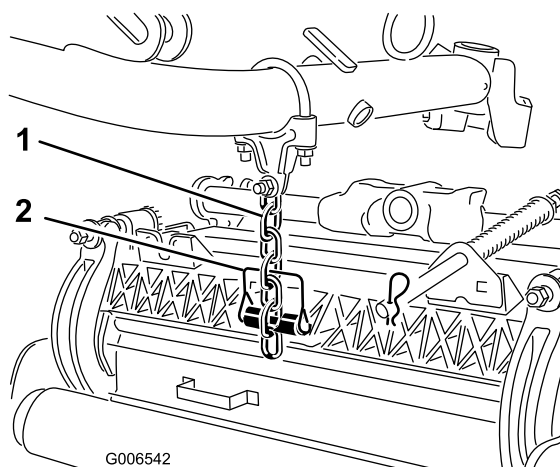

図 14
7. スナッパ・ピンを使って、昇降アームのチェーンをカッティングユニットのチェーン・ブラケット(図 14)に、以下の手順で固定する。